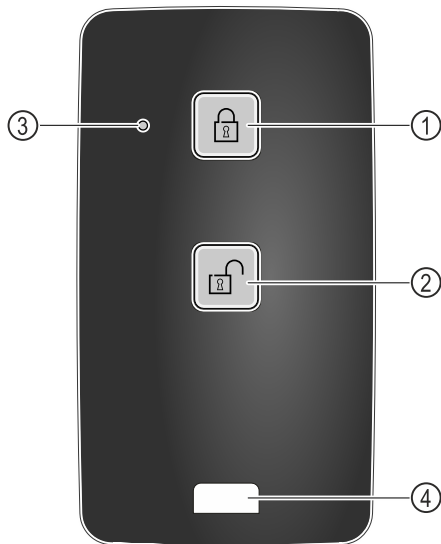

Fig. 147
- ▶ Toets Fig. 147 (1) op de afstandsbediening indrukken.
- ▶ Toets Fig. 147 (2) op de afstandsbediening indrukken.
- ▶ Statusled Fig. 147 (3) geeft bij indrukken van een toets een optische terugmelding.
- ▶ Oog Fig. 147 (4) voor de bevestiging van de afstandsbediening, bijvoorbeeld aan een sleutelbos.